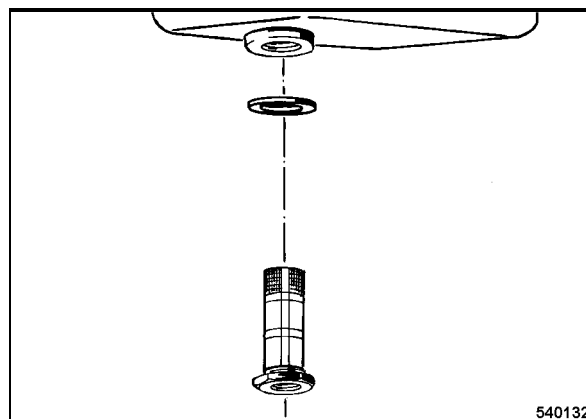

Fig. 43
- Desenroscar el filtro tamiz (Fig. 43) y limpiarlo en gasolina de lavado.